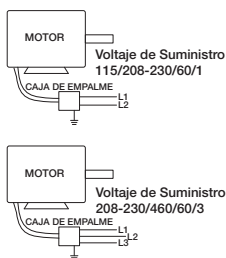

Figura 7 — Diagrama de Cableado Típico
- Monte y conecte el interruptor de desconexión segura que se encuentra debajo de la cubierta del ventilador y conecte el motor según el diagrama de cableado de conexión del motor. Consulte la Figura 7 en la sección Conexión eléctrica. Conecte los interruptores de control a nivel del suelo.
**NOTA:** Consulte la Figura 7 para conocer el diagrama de cableado de conexión.